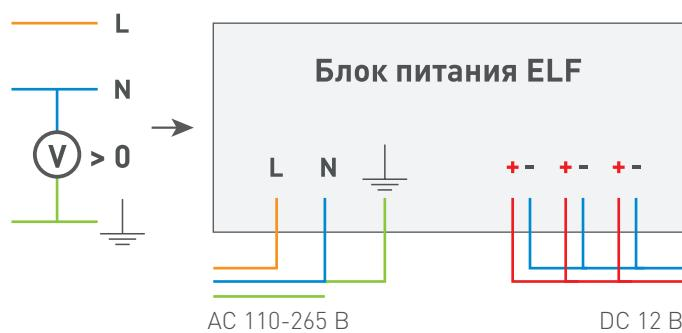

Рис. 3
- Для объектов [электроустановок], в которых применён принцип изолированной нейтрали [Рис. 3].